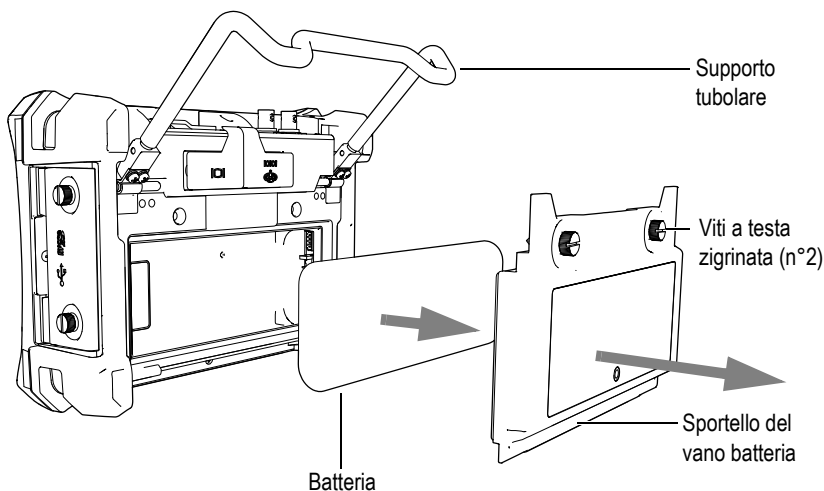

Figura 1-7 Rimozione della batteria agli ioni litio
2. Nella parte posteriore dello strumento, svitare le due viti a testa zigrinata che fissano lo sportello del vano batteria (vedi Figura 1-7 alla pagina 23).
3. Rimuovere lo sportello del vano batteria (vedi Figura 1-7 alla pagina 23).
6. Rifissare lo sportello del vano batteria nella parte posteriore dello strumento e stringere saldamente le due viti a testa zigrinata per completare l'installazione (vedi Figura 1-7 alla pagina 23).